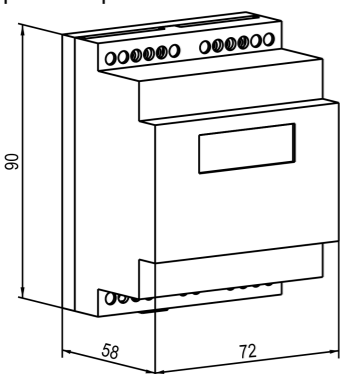

Рисунок 8 – Габаритные размеры корпуса Д
1. Подготовить место на DIN-рейке для установки прибора (см. рисунок 8).